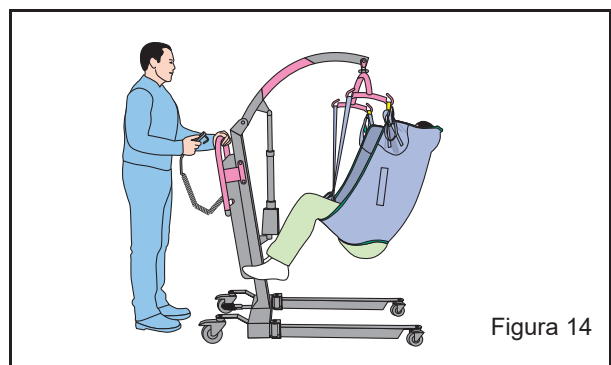

Figura 14
8. Continúe elevando al paciente hasta que sus pies estén unos 10 cm por encima de las patas del chasis. Coloque al paciente en una posición cómoda. Antes de mover la grúa, deberá girarse al paciente para que quede de cara al cuidador (véase la figura 14).